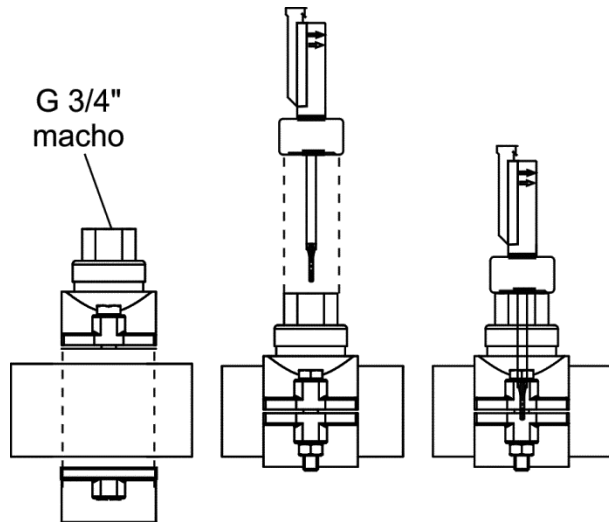

Fig. 7a
1. Instalar verticalmente el detector de flujo FS-1 (interruptor de flujo) suministrado con la unidad usando un collarín de rosca macho de $\frac{3}{4}$ " (Fig. 7a).